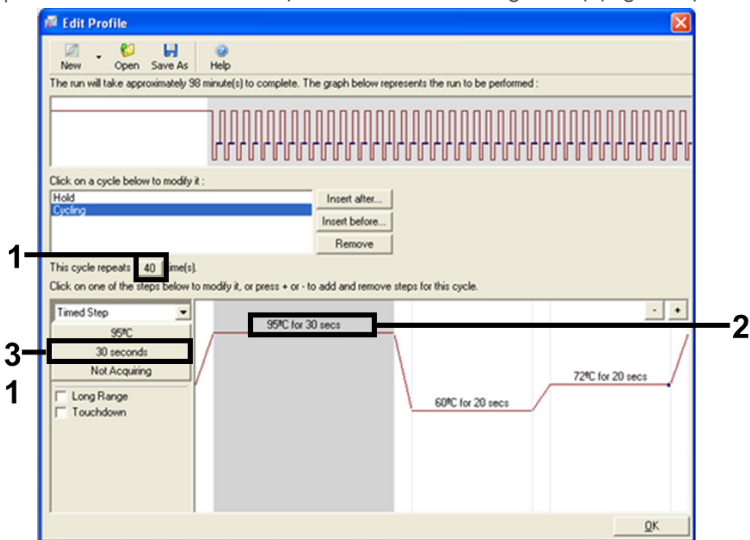

Figura 6. Passo de ciclagem a 95 °C.
8. Configure o número de repetições de ciclo para 40. Selecione o primeiro passo e defina-o para 95 °C for 30 seconds (95 °C durante 30 segundos) (Figura 6).